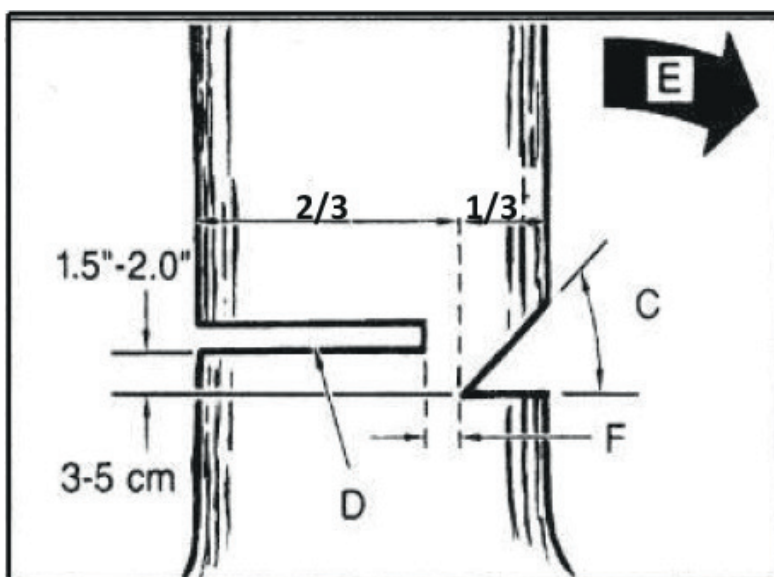

Рис.4
Сделайте основной пропил (D) с другой стороны дерева и на 38-50 см выше края надреза (С). (Рисунок 4)